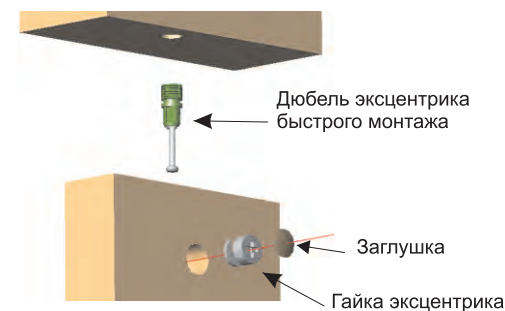

Рис.2
Установите шканты (3) в отверстия d=8 мм топа E, базы G и боковин A. Вставьте дюбель эксцентрика быстрого монтажа (1а) в топ E, в базу G и в боковины A (см. Рис.2). Соедините вместе полки B, боковины A, планку K и заднюю стенку C (состоит из двух половин) используя профиль F. Вставьте эксцентриковые гайки (1б) и с помощью отвертки затяните их по часовой стрелке до фиксации (см. Рис.2). К собранной конструкции присоедините базу G предварительно вставив опоры (12) и топ E и закрепите с помощью эксцентриковых стяжек (1). Используя шурупы (4) прикрепите заднюю стенку C к полкам B. Используя винты (6), мини-винты (8) прикрепите петли (7) к дверям D и боковинам A (См. Рис 3.). Используя шурупы (5) прикрепите штангу выдвигающую (9) по наметкам в нижней плоскости полки B. Используя подкладки для ручек (11) прикрепите ручки (10) к деталям D, винтами прилагаемыми к ручкам. В эксцентриковые гайки (1б) вставьте заглушки (2). Отрегулируйте опоры (12) по высоте